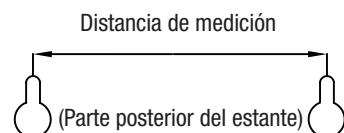

Figura 1
PASO 2: Dibuje una línea en la pared con un nivelador para determinar las ubicaciones de los orificios de los tornillos. Mida la distancia que se necesitará entre los tornillos para montar la repisa decorativa. Marque las posiciones de los tornillos en las ubicaciones que desea como se muestra en la **Figura 1**.